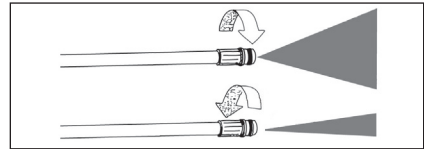

Figura 9 - Ajusta de pulverización
4. La forma del patrón de rociado y la intensidad pueden cambiarse girando el ajustador de rociado que se encuentra en el extremo de la lanza. Mantenga las manos alejadas del frente de la lanza para evitar lesiones. Vea la figura 9.